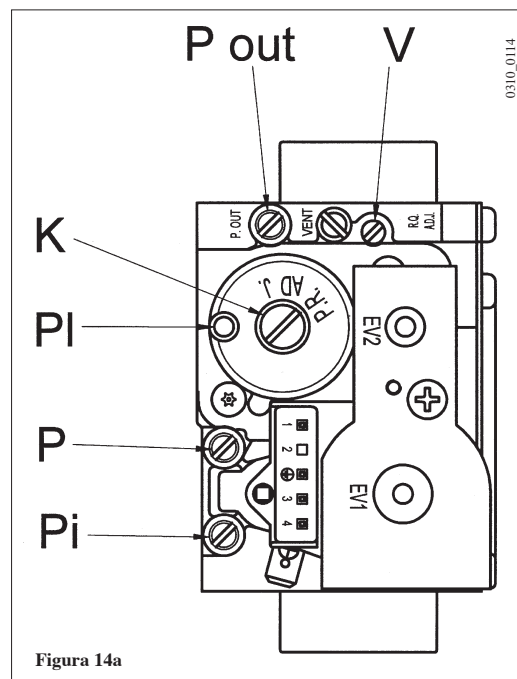

Figura 14a
- b) valvola gas SIGMA modello 848 (figura 14a).
b) valvola gas SIT modello SIGMA 848 (figura 14a): ruotare la vite in senso orario per diminuire il tenore di CO₂ ed in senso antiorario per aumentarlo;
- 2) **taratura della portata termica ridotta.** Verificare che la CO₂ misurata sul condotto di scarico, con caldaia funzionante alla minima portata termica, sia quella riportata nella tabella 1. In caso contrario agire sulla vite di regolazione (K) presente sulla valvola gas. Ruotare la vite in senso orario per aumentare il tenore di CO₂ ed in senso antiorario per diminuirlo.